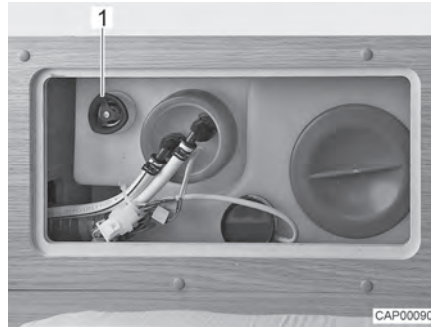

Bild 108 Wassertank mit Drehgriff
- Auf dem Wassertank den Drehgriff (Bild 108,1) entgegen dem Uhrzeigersinn über den Widerstand hinaus bis zum Anschlag drehen, um die Ablauföffnung vollständig zu öffnen.